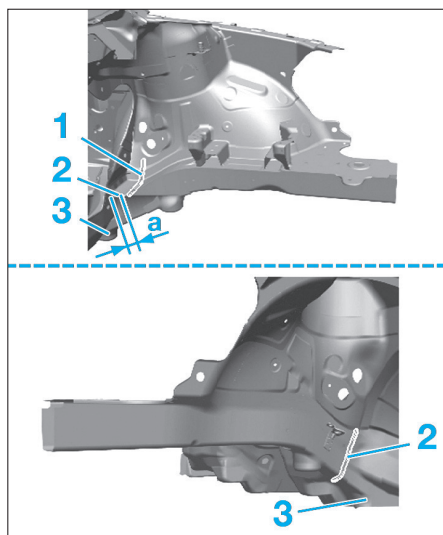

FIG. 26
- Le décalage entre les lignes de coupe (1) et (2) doit être d'environ $a = 50$ mm (Fig.26).
- Procéder à la découpe suivant les lignes (1) et (2) représentées.